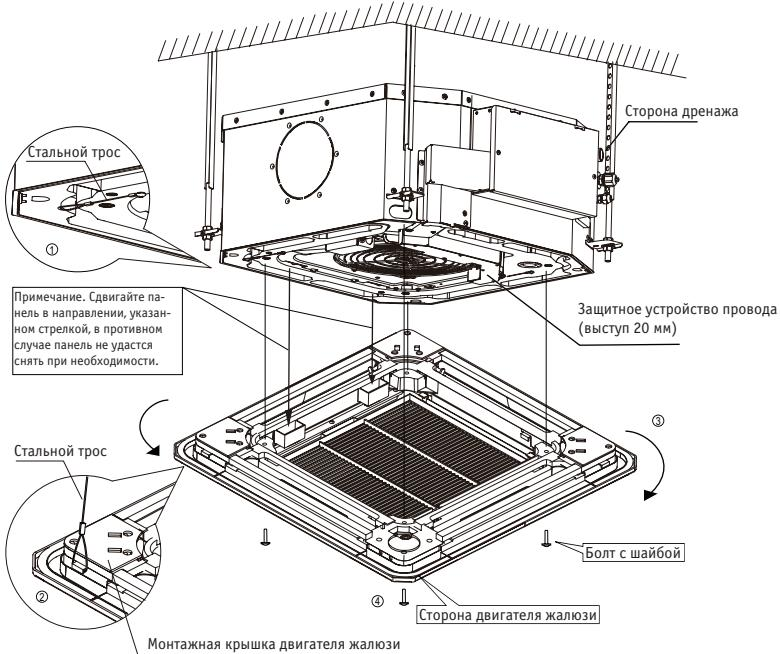

Рис. 5.14
- 1) Совместите панель с корпусом блока в направлении, указанном стрелкой (см. рисунок 5.14).
- 2) При монтаже прикрепите два крепежных стальных троса на корпусе блока к крюкам на монтажной крышке двигателя жалюзи на панели (см. рисунок 5.14, ① и ②).
- 4) Установите и закрепите панель на корпусе блока болтами ( $M5 \times 20$ ) и шайбами (см. рисунок 5.14, ④). Обратите внимание, что монтажная крышка двигателя жалюзи должна погрузиться в соответствующий дренажный поддон.